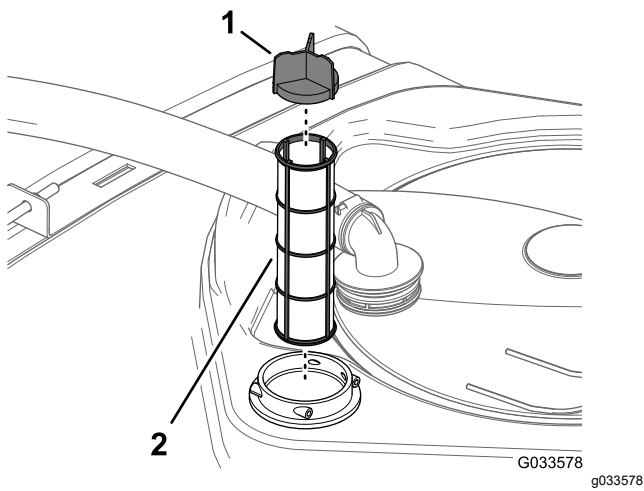

Figure 104
4. Retirez l'ancien filtre d'aspiration de son logement dans la cuve (Figure 104).